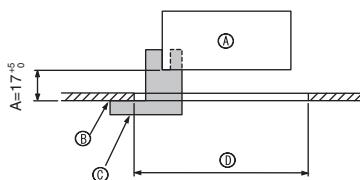

Fig. 9-2
① Gitter	1	950 x 950 (mm)
② Schraube mit unverlierbarer Unterlegscheibe	4	M5 x 0,8 x 25
③ Lehre	1	(In vier Teile unterteilt)
④ Befestigungsteil	3
⑤ Schraube	4	4 x 8
⑥ Schraube	1	4 x 12
⑦ Drahtlose Fernbedienung	1	für PLP-6BALM
⑧ Verdrahtete Fernbedienung	1	für PLP-6BAMD
9.2. Vorbereitung zum Anbringen des Gitters (Fig. 9-2)
- Mit der mit diesem Bausatz gelieferten Lehre ③ die Position der Anlage im Verhältnis zur Zimmerdecke überprüfen. Wenn die Anlage im Verhältnis zur Zimmerdecke nicht vorschriftsmäßig in Position gebracht wurde, kann dies zu Luftdurchlässigkeit oder zur Bildung von Kondenswasser führen.